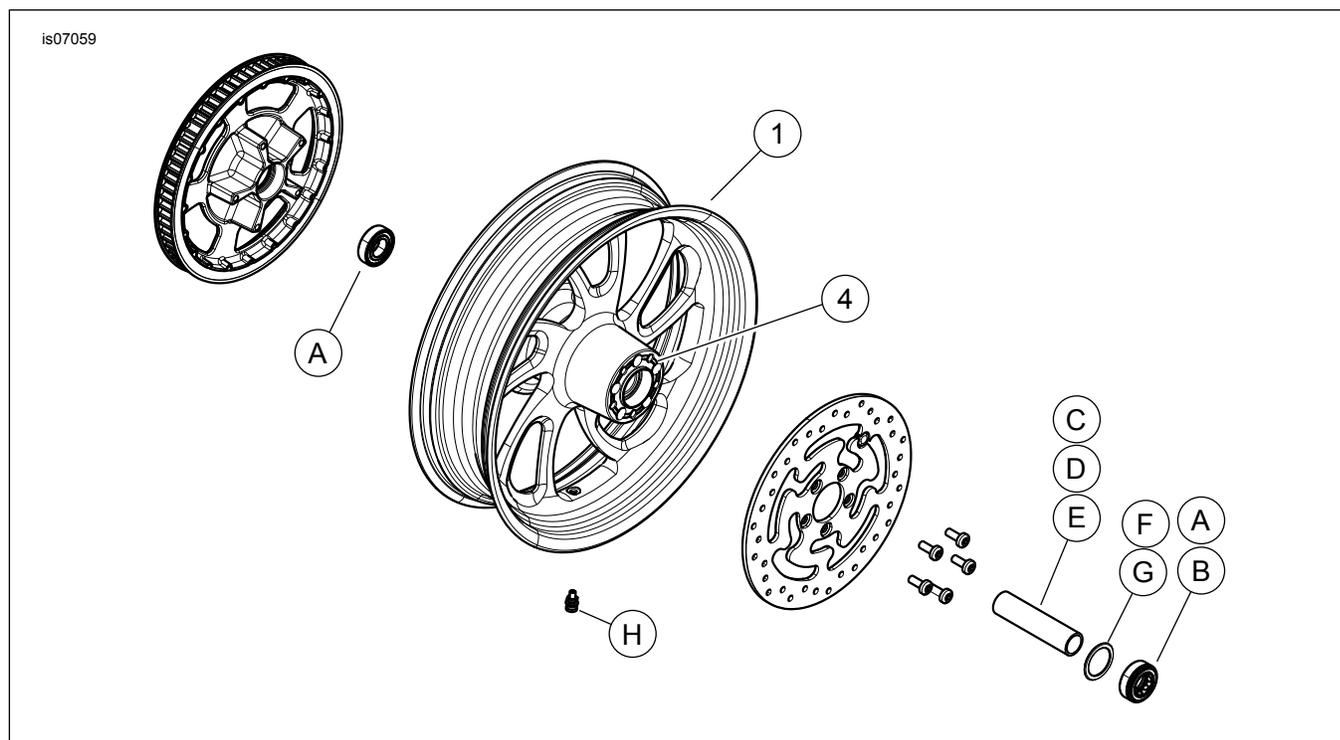

Figura 1. Parti di ricambio: Ruote posteriori Blade
Vedere Figura 1 e le tabelle delle parti di ricambio.
2. Vedere Figura 1. Installare il gruppo dello stelo della valvola (H) sulla ruota. Vedere il manuale di manutenzione.